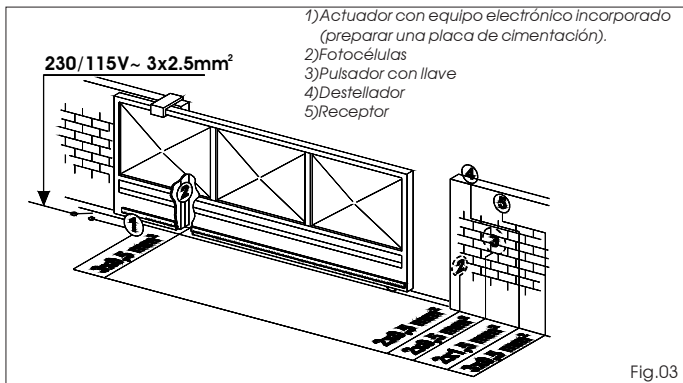

Fig.03
- Prepare los cables eléctricos para la conexión con los accesorios y la alimentación eléctrica, como se indica en el esquema de Fig. 03. Para efectuar fácilmente las conexiones en central haga salir los cables al menos 50 cm por el orificio presente en la placa.